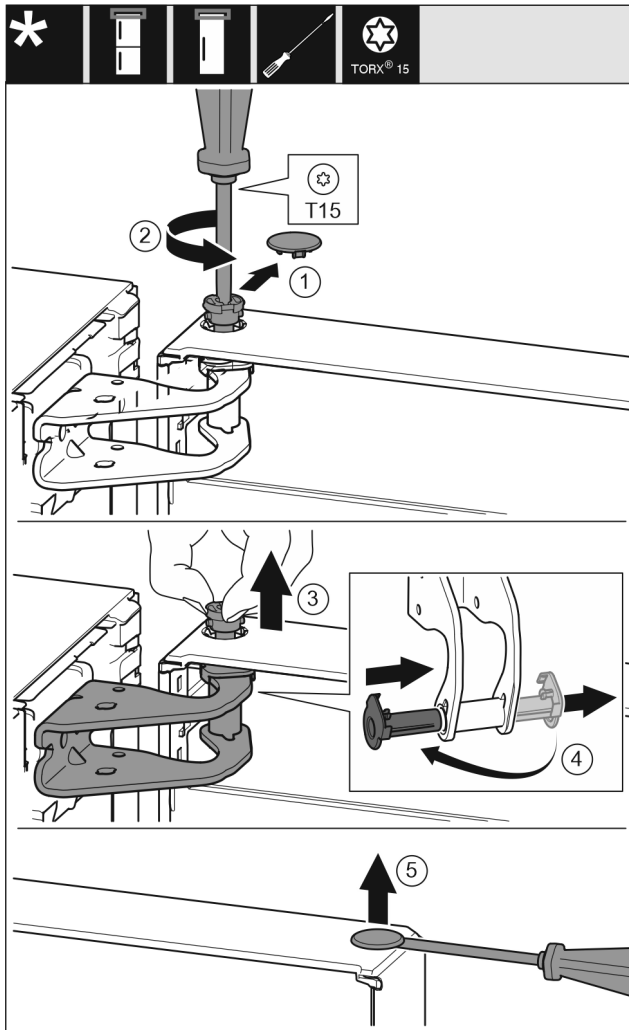

Fig. 12
- ▶ Retire la cubierta del seguro con cuidado. Fig. 12 (1)
- ▶ Desenrosque un poco el perno con el destornillador T15. Fig. 12 (2)
- ▶ Sujete la puerta y extraiga el perno con los dedos. Fig. 12 (3)
- ▶ Extraiga el casquillo de cojinete de la guía. Introdúzcalo y encájelo por el otro lado. Fig. 12 (4)
- ▶ Levante cuidadosamente el tapón del casquillo de cojinete de la puerta con un destornillador para tornillos de cabeza ranurada y extráigalo. Fig. 12 (5)